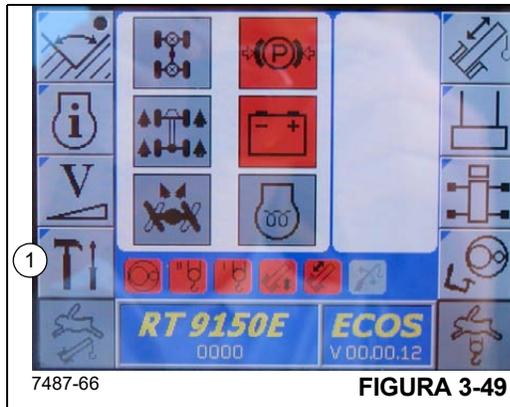

FIGURA 3-49
1. Si es necesario, abra el menú principal (*Esc*) y presione una vez el botón F4 (1, Figura 3-49). Se abre el submenú de configuraciones (Figura 3-50).